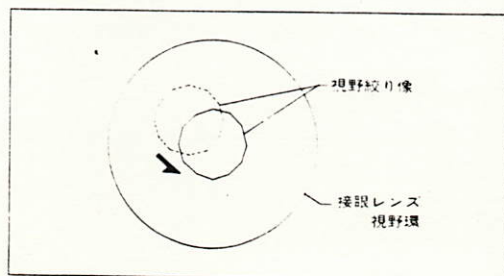

図11-1
- 7) 視野絞りが、接眼レンズの視野に対して偏心しているときは、コンデンサ心出しねじで、同心となるよう調整します。(図11-1)